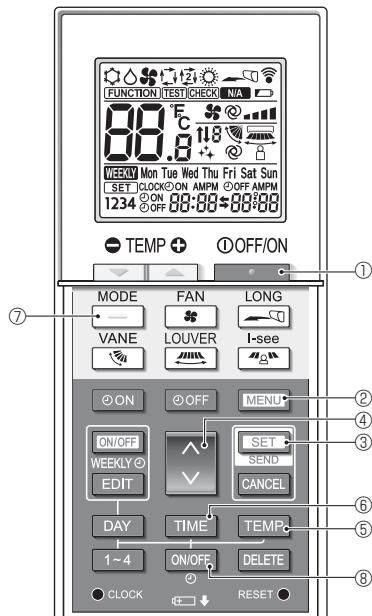

Fig. 5-11
İşlev ayar ekranı görüntülenecek ve işlev No. Ⓐ yanıp sönecektir. (Fig. 5-11)
- [SET]** düğmesine ③ basın.
• İşlev No. Ⓐ yanıp söner. (Fig. 5-11)